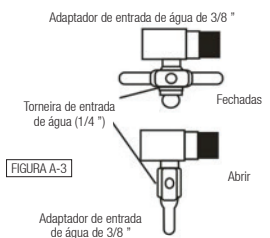

FIGURA A-3
3. Instale a torneira de 1/4 "de água no adaptador de conexão de abastecimento de água, usando fita de Teflon para evitar possíveis gotejamentos (figura A-3).